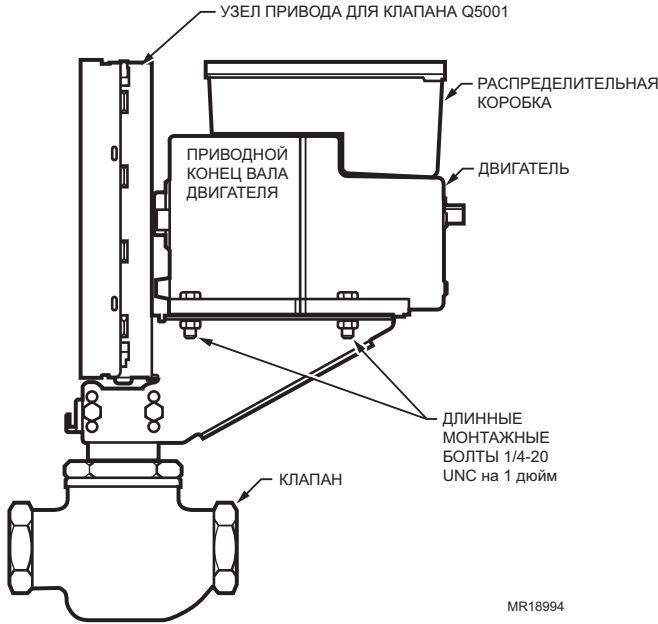

Рис. 4. Монтаж двигателя на узле тяги клапана Q5001.
3. Присоедините двигатель к кронштейну четырьмя прилагаемыми болтами. См. Рис. 4.
Для тяги Q100 для клапанов любого типа требуется кронштейн-переходник 220738A. При использовании тяги для клапанов Q5001 кронштейн-переходник 220738A не требуется (см. Рис. 4).